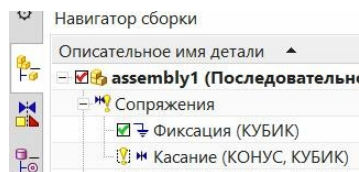

рис.59
- В НСб, в разделе «Сопряжения», у каждой строки задержанного *сопряжения сборки* при этом появятся **восклицательные знаки** (рис.59).